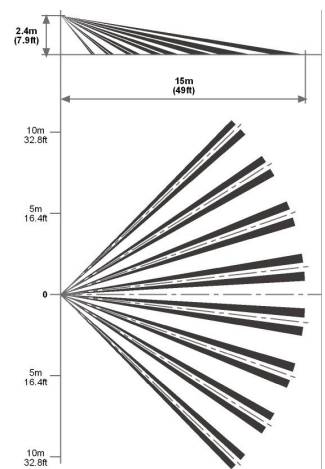

Fig. 4 Lens Pattern I Patrón de la lente I Portée de la lentille I Area di rilevazione I Charakterystyka detekcji
1. Para retirar la tapa frontal (Fig. 4), desatornille el tornillo de retención (Fig. 4 - 11) y levante suavemente la tapa.
2. Para retirar la placa de circuito impreso, desatornille con cuidado el tornillo de retención (Fig. 4 - 9) situado en dicha placa (Fig.4 - 10).
1. Pour retirer le couvercle avant (Fig. 4), dévissez la vis de maintien (Fig.4 - 11) et soulevez doucement le couvercle.
2. Pour retirer la carte de circuits imprimés, dévissez soigneusement la vis de maintien (Fig. 4 - 9) située sur la carte de circuits imprimés (Fig. 4 - 10).
Czujkę należy zainstalować w taki sposób, aby jej zasięg działania objął chronione pomieszczenie (Rys. 4). Wysokiej jakości czteroelementowy czujnik QUAD jest bardziej wrażliwy na ruch przecinający wiązkę, niż na ruch skierowany w stronę czujnika.